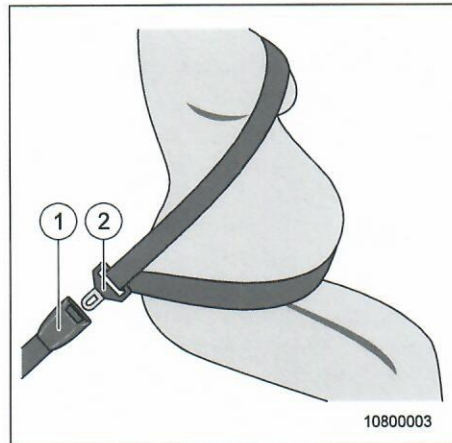

Abb. 2 Sicherheitsgurt anlegen
1. Den Sicherheitsgurt an der Schloßzunge (Abb. 2, Pos. 2) aus der Rollvorrichtung über die Schulter ziehen.
4. Die Schloßzunge (Abb. 2, Pos. 2) bis zum hörbaren Einrasten in die Aufnahme (Abb. 2, Pos. 1) einführen.